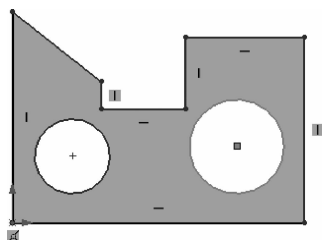

图 1-42 支承板零件模型草图
- ②单击【圆形】按钮,任意绘制两个圆,如图 1-42 所示。